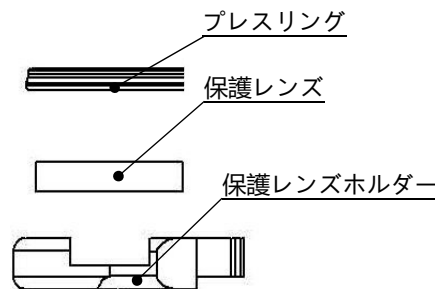

図 6.2 - 保護レンズの構造
- 図 6.2 に示すように、バックルを開き、保護レンズのカバーを開き、引き出し型レンズホルダーの両側を挟み、保護レンズのベースを引き出します。